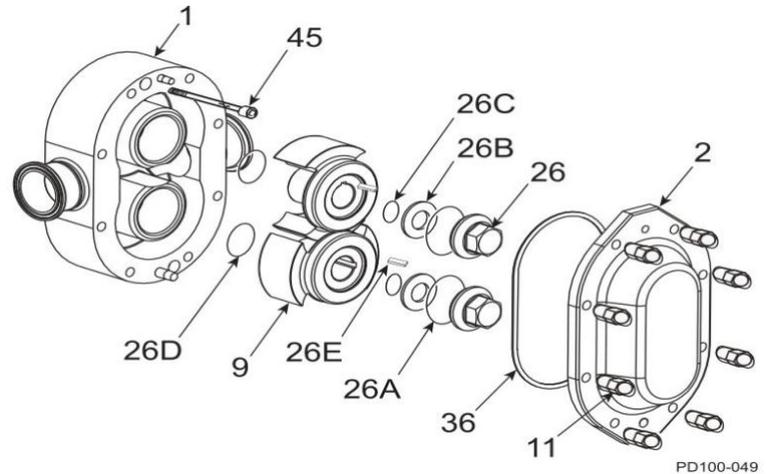
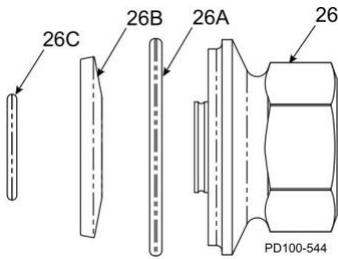

Ilustración 70. Despiece del cabezal de fluido
Ilustración 71 Conjunto de tuerca del rotor
2. Instale el cuerpo (Ilustración 70, artículo 1) en el conjunto de la caja de engranajes, alineando el cuerpo con los pernos del cuerpo. Evite dañar los sellos mientras el cuerpo pasa sobre los ejes.
3. Asegure el cuerpo a la caja de engranajes utilizando dos tornillos (Ilustración 70, artículo 45).
1. Lubrique la junta tórica del cubo del rotor (Ilustración 70, artículo 26D) con un lubricante compatible con el material de la junta tórica y el fluido del proceso.
Consulte la Ilustración 70 en la página 49, y la Ilustración 71 y 72 en esta página.
1. Limpie la junta tórica de la cubierta (ver Ilustración 70 en la página 49, artículo 36) e instálela en la ranura de la cubierta.
3. Instale la cubierta (ver Ilustración 70 en la página 49, artículo 2) en el cuerpo de la bomba.
5. Apriete con firmeza la cubierta utilizando las tuercas de la cubierta (ver Ilustración 70 en la página 49, artículo 11) y la Tabla 12.